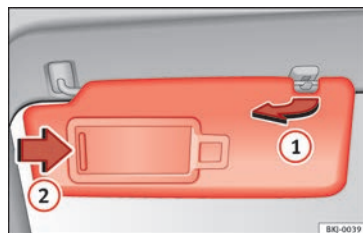

Bild 149 Solskydd på förarsidan.
- Solskyddet kan dras ut ur infästningen och vridas mot dörren » » **bild 149** ①.